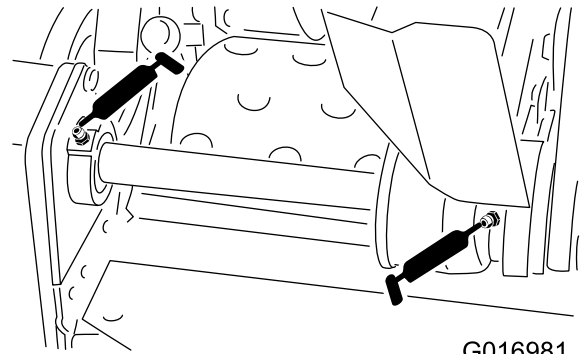

Bild 23
- 2 an den Spindelzwischenwellenlagern (Bild 23)